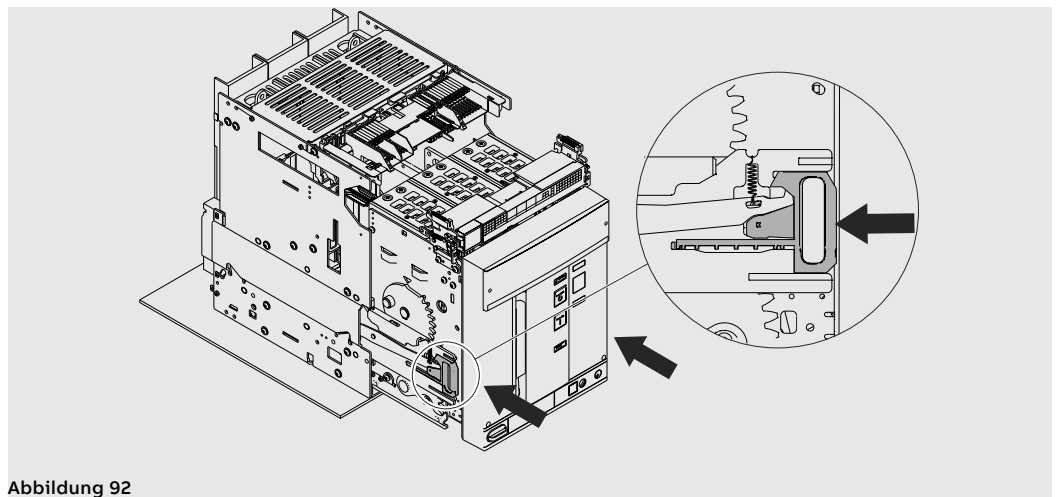

Abbildung 92
7. Die Hebel der Führungen des festen Teils in die Hände nehmen und schieben, bis das bewegliche Teil anschlägt. Siehe Abbildung 92.